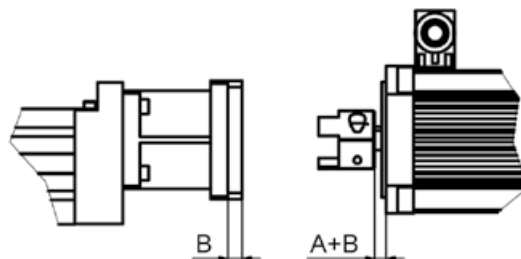

Bild 3.14 — Montagemaße
1. Kupplungsnabe ② auf die Motor- bzw. Getriebewelle stecken. Dabei das Maß A (Bild 3.14) aus Tabelle 6.24 in Kapitel 6.2.4.2 und Maß B bei Verwendung eines optionalen Zwischenflansches ⑤ berücksichtigen.
2. Spannschraube ③ mit dem erforderlichem Anzugsmoment entsprechend Kapitel 3.5 Tabelle 3.3 anziehen.
3. Elastomer-Zahnkranz ④ einsetzen. Bei Motoren mit Passfeder wird bei Wellendurchmesser 19 und 24 mm der Elastomer- Zahnkranz durchbohrt und eine kürzere Passfeder zum Austausch mitgeliefert.
4. Motor mit der Kupplungsnabe ② und montiertem Zahnkranz ④ in die Kupplungsnabe der Linearachse einstecken und mit der Kupplungsglocke ① verschrauben.